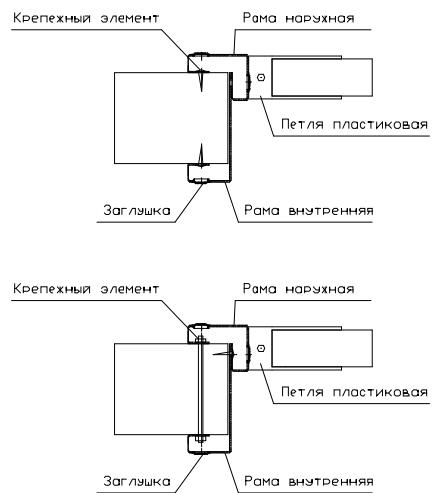

Рисунок 5
- 4.4. Снять штыри из петель, отделить наружную раму от дверных полотен. Установить наружную раму в дверной проем, выдерживая вертикальность стоек, горизонтальность поперечины и размеры по диагоналям. Разметить и просверлить места крепления рамы к стене. Проверить размеры светового проема. Предварительно закрепить раму на 4-5 саморезов с наружной стороны проема (рис. 5).
- 4.8. Окончательно закрепить рамы дверного проема к панелям и между собой (рис. 5). В отверстия стойки вставить заглушки из комплекта поставки.